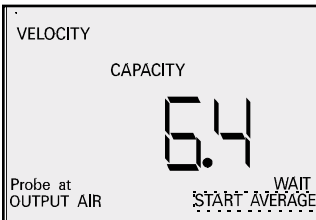

Figura 17
5.5.7 Coloque la sonda frente a la salida de aire de modo que la tapa del sensor este mirando hacia la misma. Oprima el botón “Enter,” aparecerá la palabra “Wait.” No hay necesidad de mover la sonda en este momento, la unidad está esperando que el sensor se estabilice con las nuevas lecturas de TEMP y HUM (temperatura y humedad). Toma alrededor de 90 segundos; luego “Start Average” comienza a parpadear (figura 17).